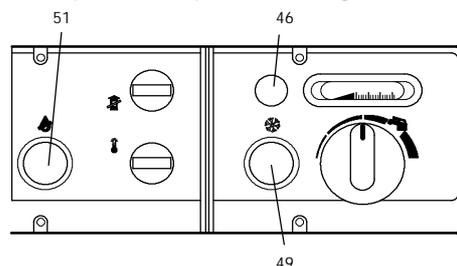

fig. 4.5
- 19 Premere il pulsante di funzionamento in inverno (49 in fig. 4.5), la lampada di segnalazione (46 in fig. 4.5) si accende.
- 20 Ripristinare, se necessario la caldaia, agendo sul pulsante di ripristino (51 in fig. 4.5).